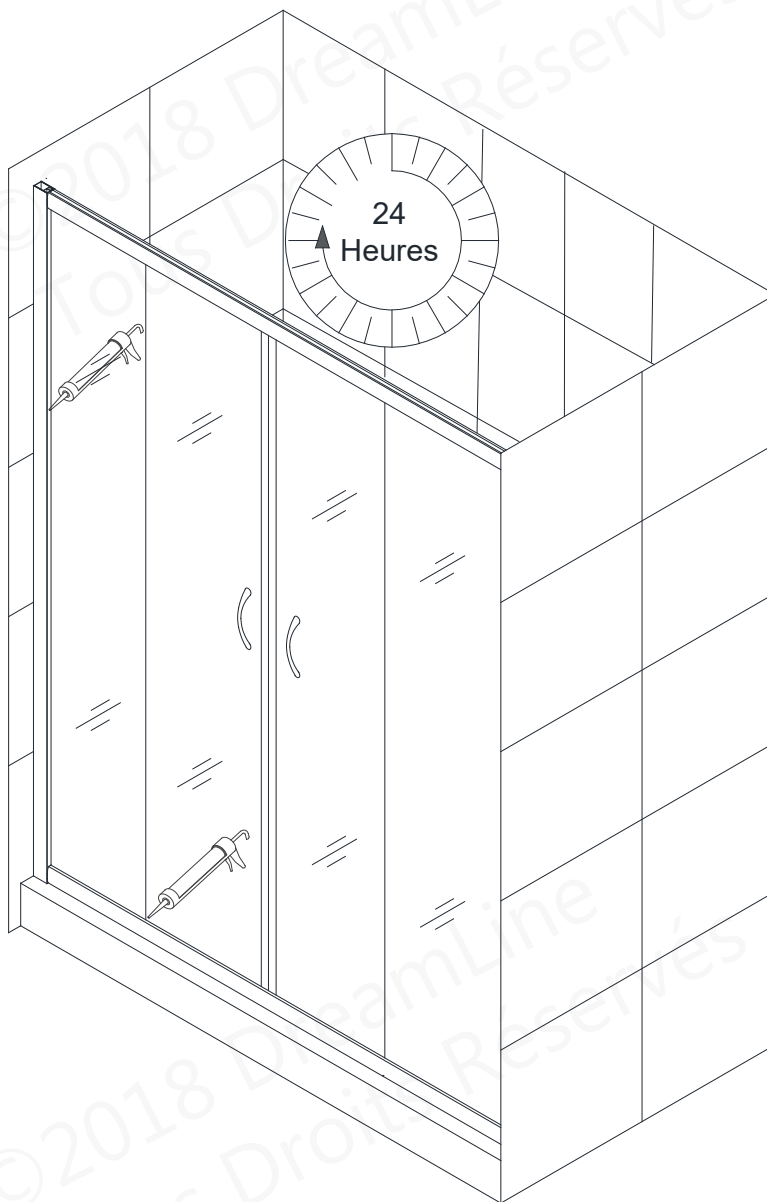

Fig 15
15. Appliquez un silicone résistant à la moisissure de bonne qualité le long du périmètre intérieur des profilés muraux et du rail du bas ainsi que le long des murs et du seuil. **(Fig 15)**